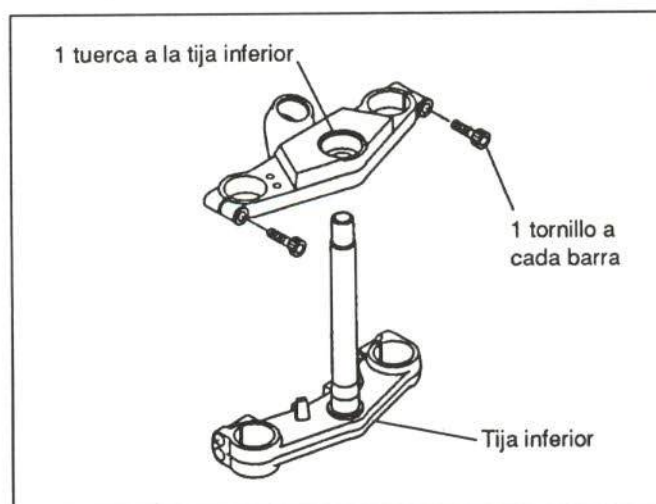

Figura 30.- Fijación de la tija superior
En la figura 30 se muestra su fijación.
- Tija superior (figura 30)